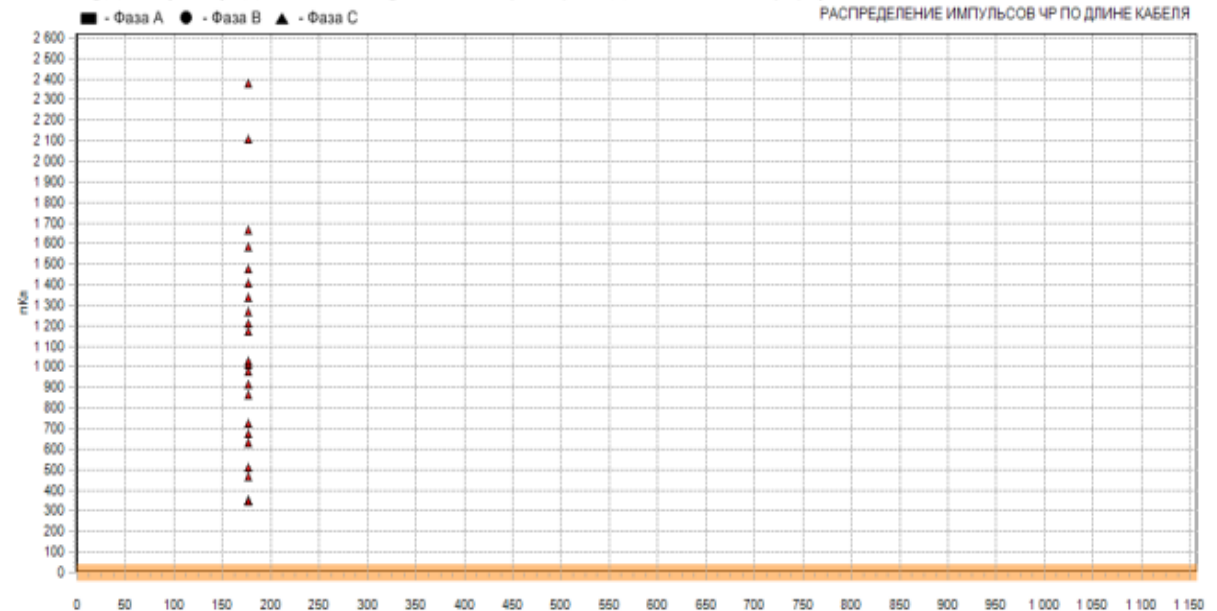

Рис. 7 Пример распределения ЧР в фазе «С» по телу кабеля.
- в фазе «С» обнаружен дефект на расстоянии 176 м (пример – Рис. 7);